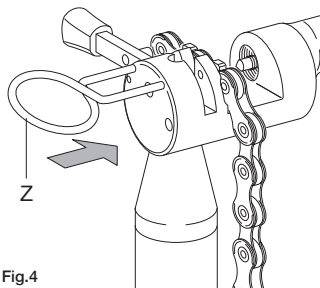

Fig.4
- bloquez le maillon à l'aide du dispositif de blocage approprié (Z) (Fig. 4);